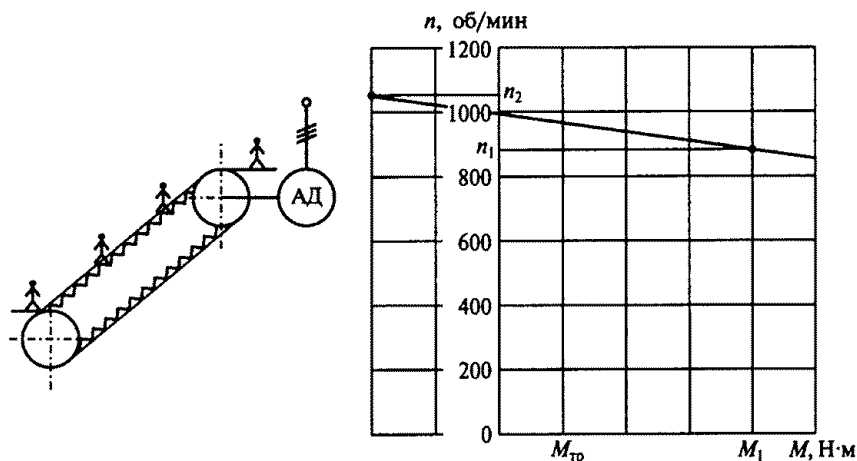

Рис. 223
9.52.Р. Эскалатор метро (рис. 223, а) приводится в движение асинхронным трехфазным двигателем с фазным ротором, есте-
ственная механическая характеристика которого изображена на рис. 223, б. Частота вращения двигателя при подъеме пассажиров $n_1 = 900$ об/мин, а момент, развиваемый двигателем, M_1 . Какова частота вращения двигателя n_2 при спуске того же числа пассажиров, если момент, определяемый силами трения в звеньях механизма эскалатора, при подъеме и спуске одинаков и равен $M_{тр}$, а двигатель работает в режиме генераторного торможения?